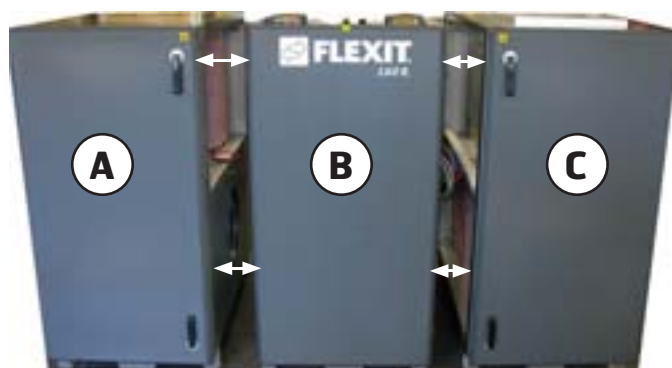

Fig. 3
De L60 R bestaat uit drie delen die kunnen worden gedemonteerd om het transport en de installatie te vereenvoudigen (fig. 3):
De 3 afzonderlijke onderdelen van de unit (A, B en C) zijn voor (4 schroeven/M8) en achter (4 schroeven/M8) aan de boven- en onderkant met elkaar verbonden met stuurpenen en montageschroeven (fig. 3, pagina 4). de contacten door de opening (2A/2B).
Stap 1: Bij het demonteren moeten eerst de contacten (1) en de kunststof slangen (2B/3B) tussen iedere module van de unit worden ontkoppeld (fig. 3, pagina 4). Draai de plaat los waar de contacten doorheen lopen en trek de contacten door de opening (2A/2B).
Stap 2: Ontkoppel de rode slang naar P2 (filterrelais, extractie) en trek de slang uit de module (3A). Ontkoppel alle andere slangen van de ventilatoren (fig. 3B). Let erop dat de slangen bij het monteren niet worden verwisseld! Controleer de kleurcode bij de nippels (3C). Om bij de slangen aan de uitlaatluchtzijde van de unit te komen (fig. 3, pagina 4/deel C), moet de extractieventilator worden verplaatst. Ontkoppel de blauwe slang tussen de ventilator en de scheidingswand (4A). Draai de 8 schroeven los waarmee het ventilatorframe vastzit en schuif de complete ventilator naar binnen (4B), zodat de rotor zichtbaar wordt. Ontkoppel de slangen van de onderkant van de rotor (4C). Ontkoppel vervolgens de blauwe slang die aan de bovenkant de rotor inloopt (4D).
Stap 3: De 3 modules voor toevoerlucht, rotor en extractie (fig. 3, pagina 4) kunnen nu van elkaar worden gehaald. Het monteren gaat in omgekeerde volgorde.